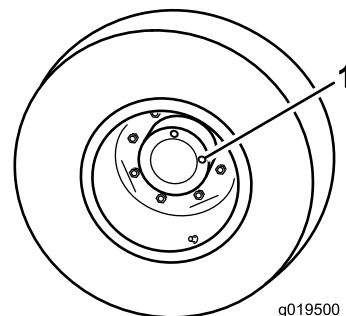

Figura 60
1. Con la macchina parcheggiata su terreno pianeggiante, posizionate la ruota in modo che un tappo di controllo si trovi a ore 12 e l'altro a ore 3 (**Figura 60**).
1. Tappo di controllo/spurgo (2)
2. Rimuovete il tappo a ore 3 (Figura 60).